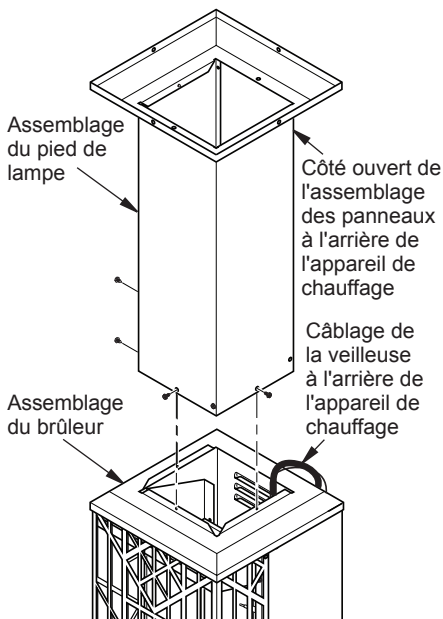

Figure 6 - Raccordement du pied de lampe et de l'assemblage du brûleur
- Placez l'assemblage des panneaux et de la collerette du pied de lampe sur l'assemblage du brûleur en alignant l'arrière de chaque assemblage. Voir figure 6. Fixez avec 3 vis (H).